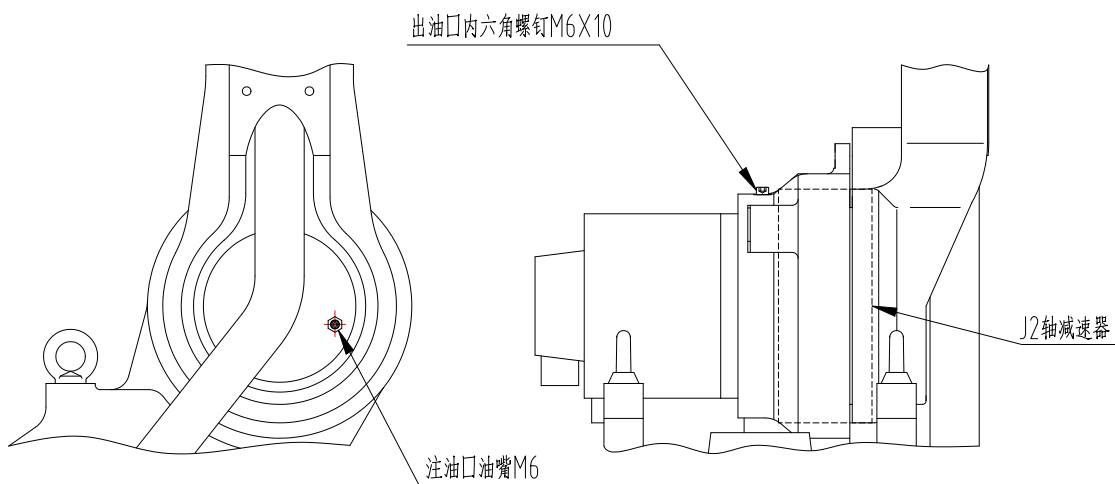

图 14 J2 轴减速机局部结构
(1) 油脂补充步骤（参考 图 14 J2 轴减速机局部结构）
④ 安装排油口堵塞前，运动 J2 轴几分钟，使多余的油脂从排油口排出；
⑤ 用布擦净从排油口排出的多余的油脂，在排油口安装堵塞。堵塞的螺纹处要缠生胶带并用扳手拧紧。
## (2) 油脂更换步骤（参考 图 14 J2 轴减速机局部结构）